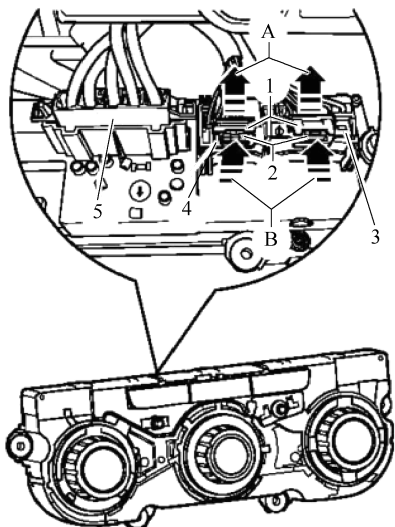

图 11-3-3 拆下插头
③ 沿箭头 A 方向拉出插头锁扣保险装置 1。
④ 沿箭头 B 方向压下插头锁扣 2，并拔下插头 3 和 4。
⑤ 松开插头 5 的锁扣并拔下插头，如图 11-3-3 所示。